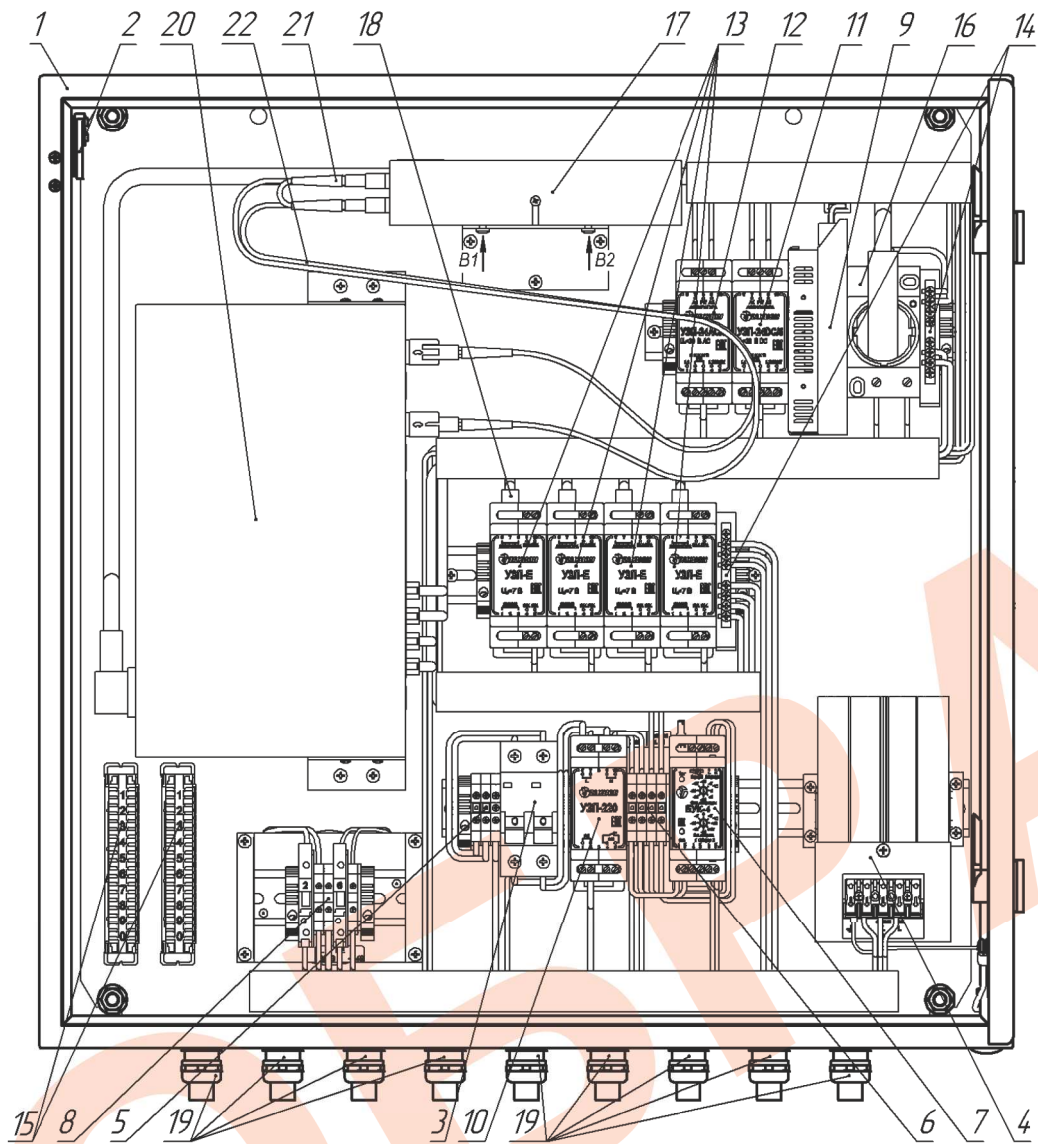

Рис. 1. Устройство термошкафа (дверь открыта на 90°)
- снять оптический кросс с кронштейна, ослабив крепежные винты В1 и В2 (рис.1);
7. Подать напряжение питания 220В AC на клеммы X1, при этом фазный провод (L) соединить с контактом 1.1, нулевой провод (N) с контактом 2.1.